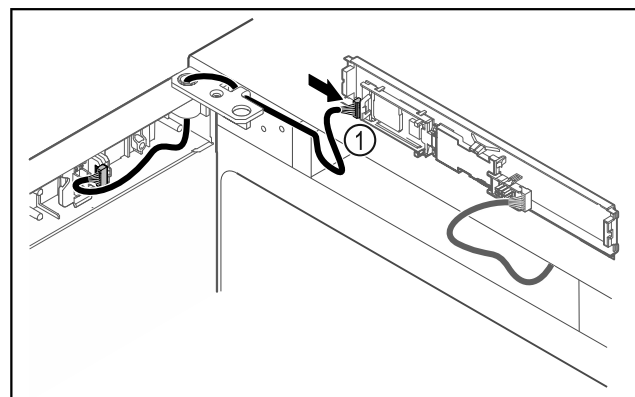

Fig. 46
- ▶ Collegare il connettore Fig. 46 (1) sulla scheda.